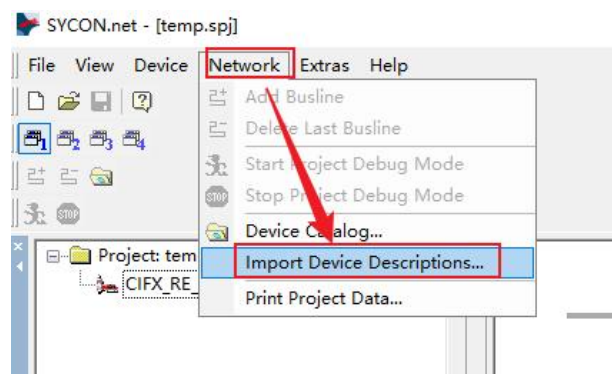
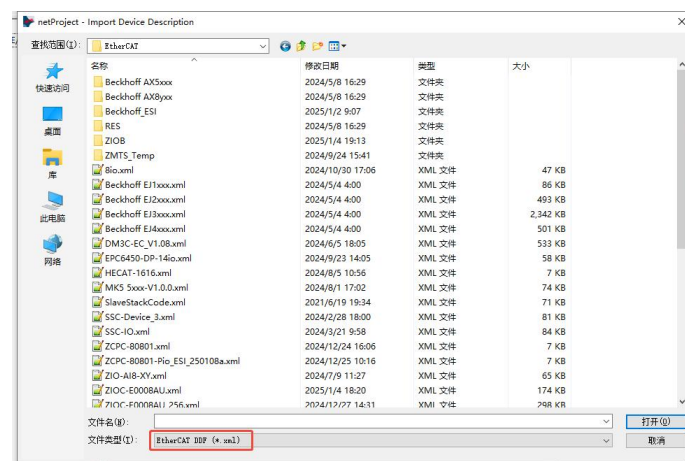

图 4.4 导入从站描述文件
图 4.5 选择文件类型
(4) 导入从站 ESI 文件。点击菜单栏 Network->Import Device Descriptions, 如图 4.4 所示。在弹出的文件浏览界面中, 文件类型选择“Ether CAT DDF”, 如图 4.5 所示。选中本测试使用的 ESI 文件 ZCPC-80801.xml 和 ZMTC-EF1200.xml, 确定后等待导入成功。